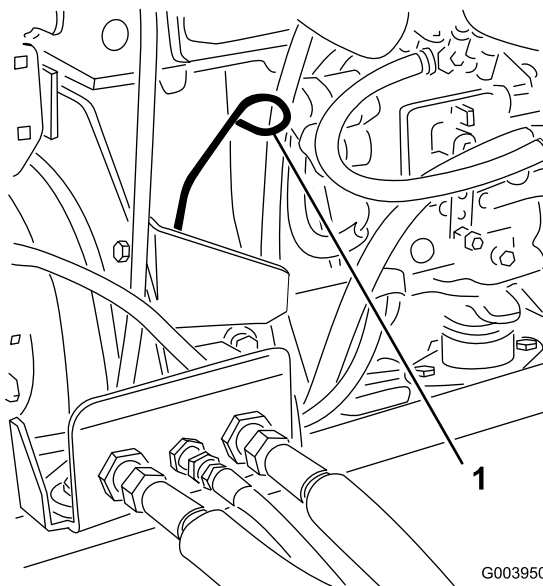

Рисунок 27
3. Извлеките измерительный щуп, тщательно протрите и снова вставьте его (Рисунок 27).